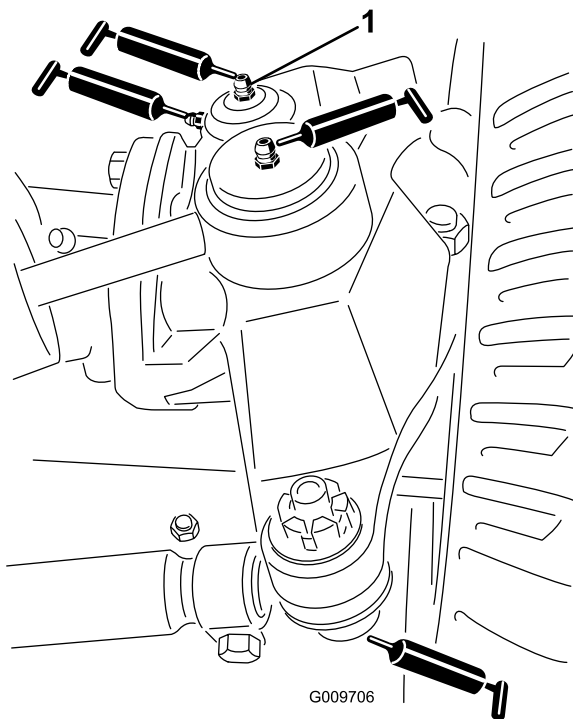

図 45
- ステアリングシリンダのボールジョイント 2ヶ所 図 45
- タイロッドのボールジョイント 2ヶ所 図 45
- キングピンのブッシュ 2ヶ所 図 45。但しキングピン上部は1年に1回のみポンプ2回押しのみとする。